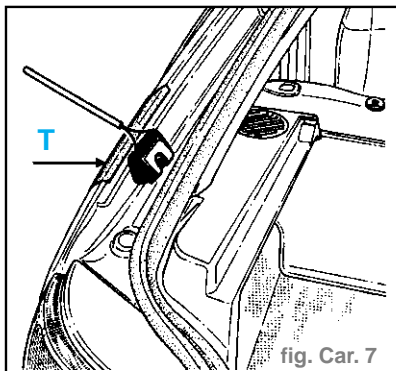

fig. Car. 7
- Protéger la carrosserie avec du tirot (T) (fig. Car. 7).
- À l'aide d'une baguette métallique de métal d'apport de soudure (fil de fer diamètre 1,5 mm), confectionner une boucle autour de la butée comme indiqué (fig. Car. 7).